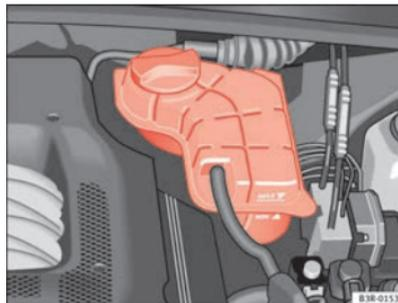

Abb. 181 Motorraum:
- Lesen Sie den Kühlmittelstand an dem Kühlmittel-Ausgleichsbehälter ⇒ **Seite 241, Abb. 181** ab. Er muss bei kaltem Motor zwischen den Markierungen „min“ und „max“ liegen. Bei warmem Motor kann er auch etwas über der Markierung „max“ liegen.
- Legen Sie einen Lappen auf den Deckel des Kühlmittel-Ausgleichsbehälters ⇒ **Seite 241, Abb. 181** und schrauben Sie den Deckel **vorsichtig** links herum ab ⇒ .